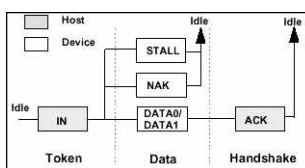

图 9 中断传输的流程
4. 中断传输模式(图9), 对于那些小批量的、点式、非连续的数据传输应用的场合, 如用于人机交互的鼠标、键盘、游戏杆等, 中断